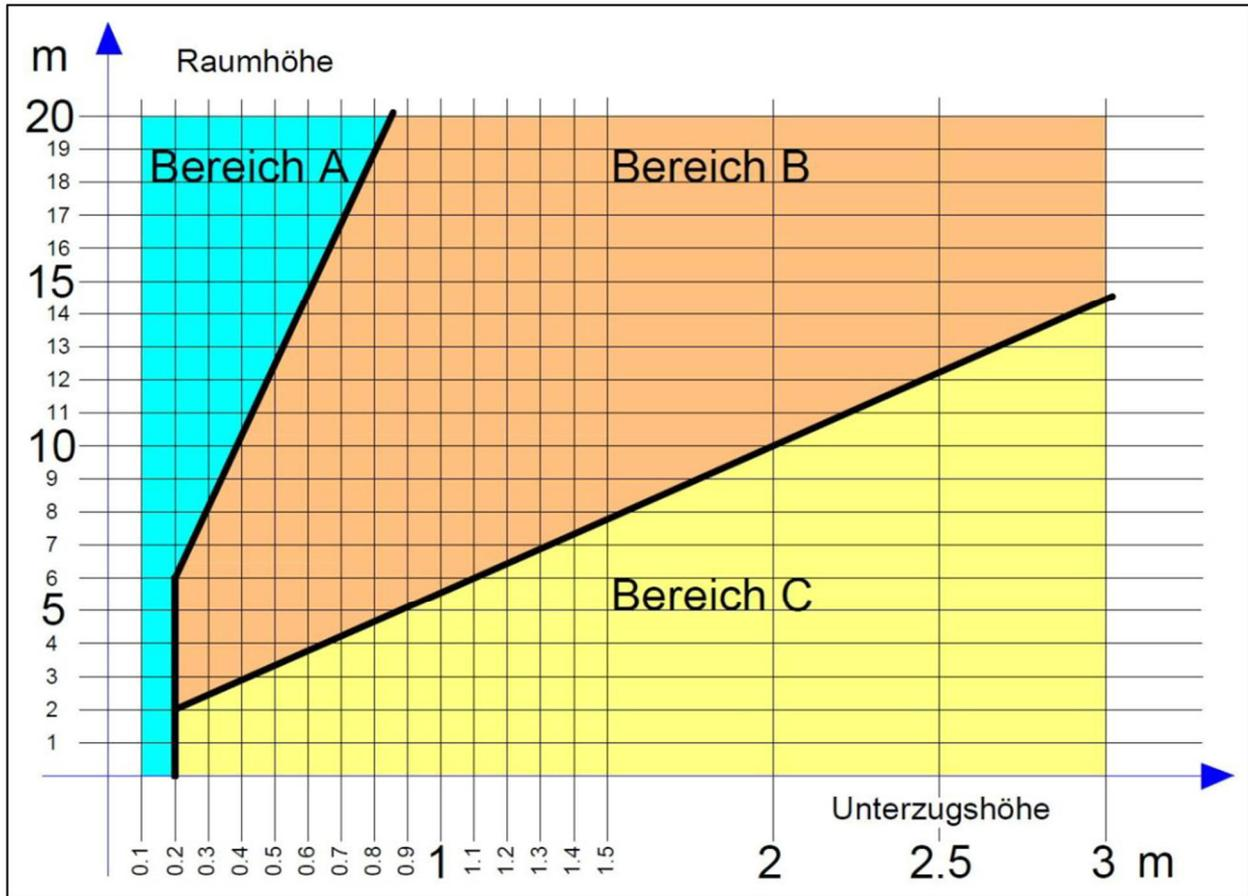
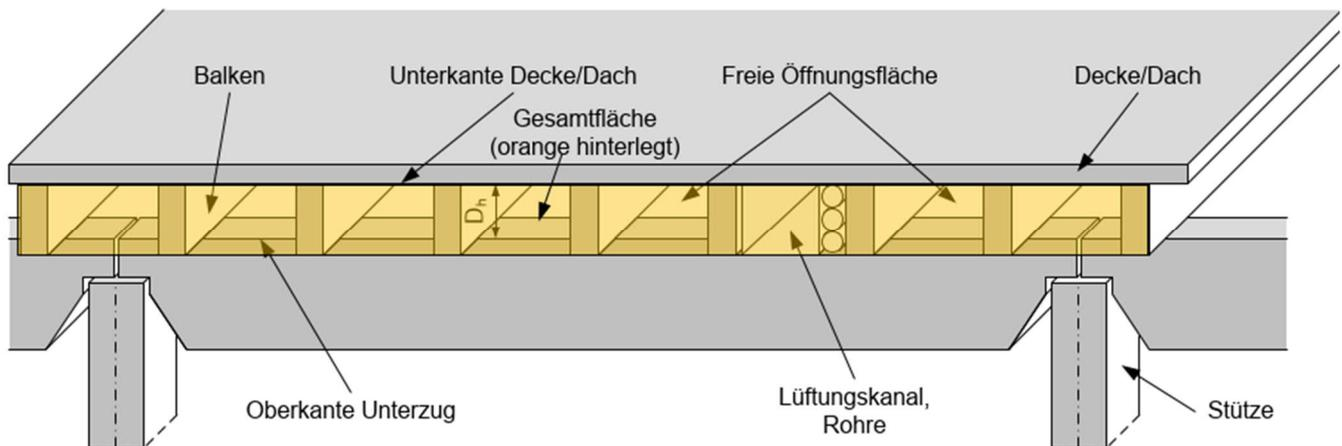

Abbildung 4 Anordnung von Rauch- und Wärmemeldern bei Decken mit Unterzügen
Abbildung 5 Nicht zu berücksichtigende Träger (Beispiel)
- Die im Bereich A (Abbildung 4) liegenden Unterzüge haben keinen Einfluss auf die Anordnung der Rauchmelder.
- Die im Bereich B (Abbildung 4) liegenden Unterzüge beeinflussen die Anordnung von Rauchmeldern gemäss nachstehender Tabelle:
- Die im Bereich C (Abbildung 4) liegenden Unterzüge gelten grundsätzlich als Raumabtrennung. Die Rauchmelder sind an der Decke im Deckenfeld anzuordnen. Besteht zwischen den Unterzügen ein Abstand bis 3 m, ist die Regelung für die Anordnung der Melder in Korridoren anzuwenden.
Besteht bei Unterzügen in den Bereichen B und C (Abbildung 4) ein Abstand D_h grösser als 20 cm zwischen Oberkante Unterzug und Unterkante Dach oder Decke (Abbildung 5) und ist bei diesem Abstand die freie Fläche der Öffnung grösser als 75% der Gesamtfläche (nach Abzug aller Einbauquerschnitte wie Kanäle usw.), brauchen Unterzüge unterhalb, gleich welcher Höhe, nicht berücksichtigt zu werden.